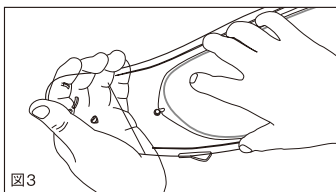

図3
②-2 取り付けは、図3のように片方のピンにPINLOCK® fog-free sheet/PINLOCK® EVO lensを差し込みます。